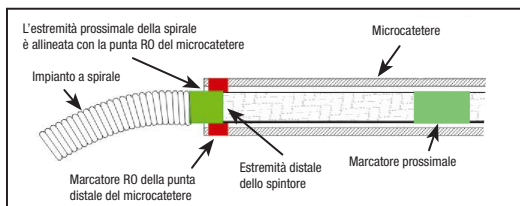

Figura 4: posizione delle bande di marcatura per il distacco
29. Far avanzare la spirale nel sito desiderato finché il marcatore radiopaco sullo spintore non è allineato o leggermente distale rispetto al marcatore RO della punta distale del microcatetere, posizionando la zona di distacco appena fuori dalla punta del microcatetere. Vedere la Figura 4.